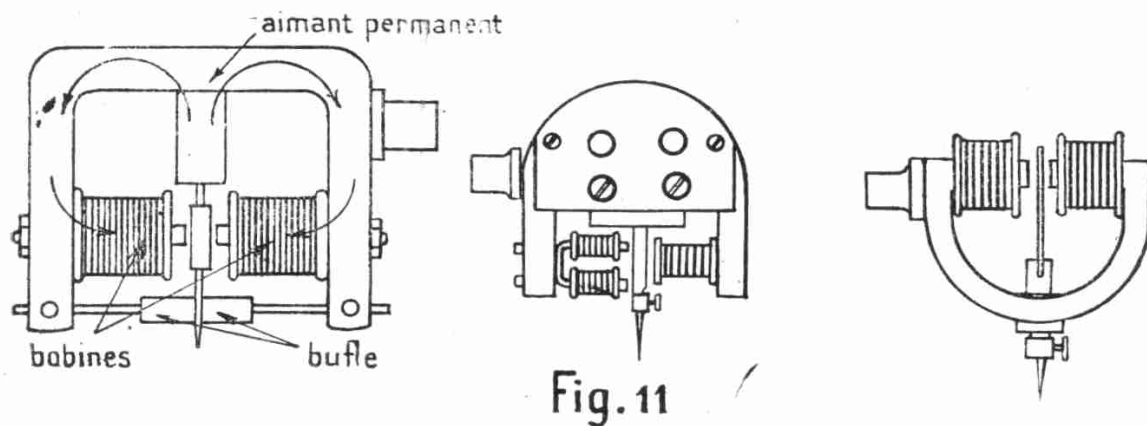

Fig. 11
3). Un système non équilibré n'interprétant à sa juste valeur qu'une moitié du sillon, déformera et ne donnera que la moitié de l'intensité utilisable. La bobine est, soit traversée par la palette, comme le montre l'exemple précédent, ou bien est embrochée sur l'un des deux pôles de l'aimant. Nous donnons, à titre d'exemple (fig. 11), quelques so-